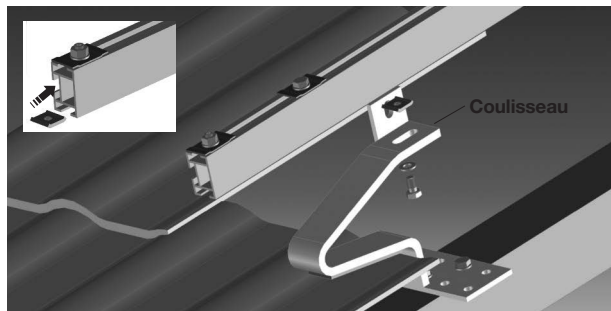

Fig. 7: Installation des rails de montage
2. Installer les rails de montage sur les crochets de couvreur. Les rails de montage s'installent sur les crochets de couvreur à l'aide d'un coulisseau par en-dessous ou latéralement (voir fig. 8 et 9). Le coulisseau doit être inséré dans le rail (voir fig. 7).